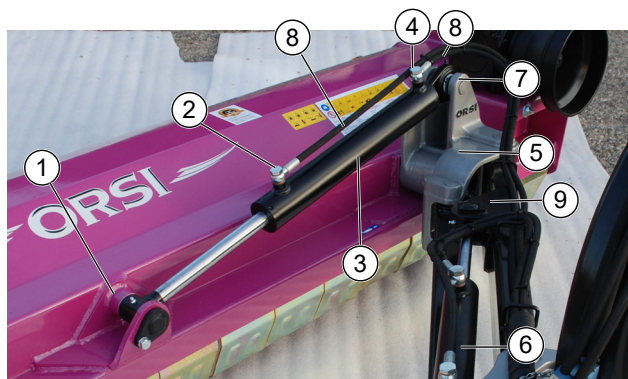
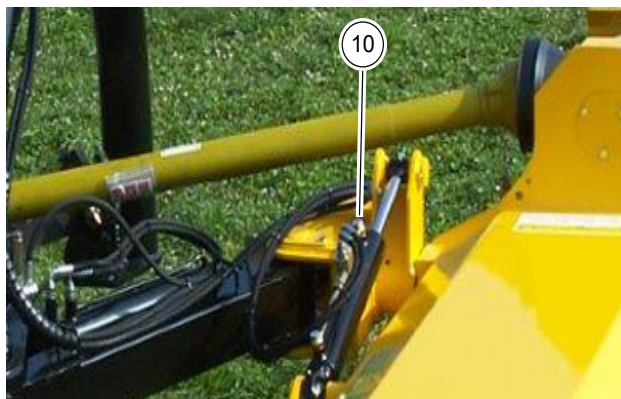

Fig.13
Fig.14
- Appoggiare a terra il gruppo di spostamento. Avvicinare il braccio al punto di attacco sulla struttura (5, "Fig.13"), inserire i perni e fissarli con le viti.
- Collegare il cilindro idraulico (3, "Fig.13") sulla struttura (7 e 1, "Fig.13").
- Collegare i tubi idraulici (8, "Fig.13") al cilindro idraulico (2 e 4, "Fig.13") oppure tramite la valvola di blocco (10, "Fig.14") se presente.
- Collegare il cilindro (6, "Fig.13") e il puntone (9, "Fig.13") alla struttura (5, "Fig.13").
- To support the group of move to earth. To approach the arm to the point of attack on the structure (5, "Fig.13"), insert the pins and fix them with the screws.
- Connect the hydraulic cylinder (3, "Fig.13") on the structure (7 and 1, "Fig.13").
- Connect the hydraulic hoses (8, "Fig.13") to the hydraulic cylinder (2 and 4, "Fig.13") or with the block valve (10, "Fig.14"), if present..
- Connect the cylinder (6, "Fig.13") and the strut (9, "Fig.13") to the structure (5, "Fig.13").
- Deposer par terre le groupe de déplacement. Approcher le bras au point d'accrochement sur la structure (5, "Fig.13"), insérez les broches et fixez-les avec les vis..
- Brancher le vérin hydraulique (3, "Fig.13") sur la structure (7 et 1, "Fig.13").
- Brancher les tuyaux hydrauliques (8, "Fig.13") au vérin hydraulique (2 et 4, "Fig.13") ou avec le robinet d'arrêt (10, "Fig.14"), le cas échéant.
- Brancher le vérin (6, "Fig.13") et la bielle (9, "Fig.13") à la structure (5, "Fig.13").
- Der Verschiebung Gruppe auf dem Boden setzen. Der Arm nähern zur Befestigungspunkt der Struktur (5, "Fig.13"), Setzen Sie die Stifte ein und befestigen Sie sie mit den Schrauben.
- Verbinden die Hydraulikschläuche (3, "Fig.13") am Struktur (7 und 1, "Fig.13").
- Verbinden die Hydraulikschläuche (8, "Fig.13") zur hydraulik Zylinder (2 und 4, "Fig.13") oder mit dem Absperrventil (10, "Fig.14"), falls vorhanden.
- Verbinden die Hydraulikschläuche (6, "Fig.13") und die Strabe (9, "Fig.13") mit der Struktur (5, "Fig.13").
- Apoyar al suelo el grupo de desplazamiento. Acercar el brazo al punto de ataque sobre la estructura (5, "Fig.13"), inserte los pasadores y fíjelos con los tornillos.
- Conectar el cilindro hidráulico (3, "Fig.13") sobre la estructura (7 y 1, "Fig.13").
- Conectar los tubos hidráulicos (8, "Fig.13") al cilindro hidráulico (2 y 4, "Fig.13") o con la válvula de bloqueo (10, "Fig.14"), si está presente..
- Conectar el cilindro (6, "Fig.13") y el codal (9, "Fig.13") a la estructura (5, "Fig.13").
- Colocar o grupo de deslocamento no solo. Aproximar o braço do ponto de fixação da estrutura (5, "Fig.13"), inserir os pinos e fixá-los com parafusos.
- Ligar o cilindro hidráulico (3, "Fig.13") à estrutura (7 e 1, "Fig.13").
- Ligar as mangueiras hidráulicas (8, "Fig.13") ao cilindro hidráulico (2 e 4, "Fig.13") ou através da válvula de bloco (10, "Fig.14") se presente.
- Ligar o cilindro (6, "Fig.13") e a escora (9, "Fig.13") à armação (5, "Fig.13").